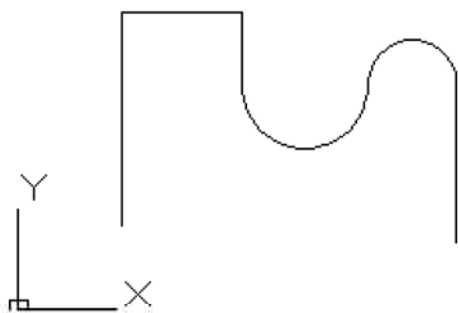
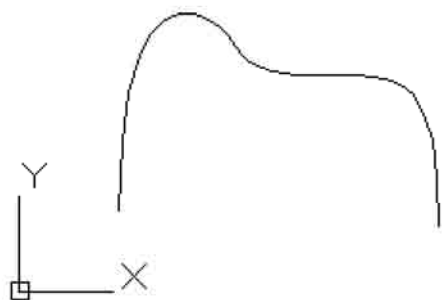

图 5-38
图 5-39
- **【样条曲线】**: 将选定多段线的顶点用作样条曲线拟合多段线的控制点或边框。除非原始多段线闭合,否则曲线经过第一个和最后一个控制点,如图 5-38 和图 5-39 所示。